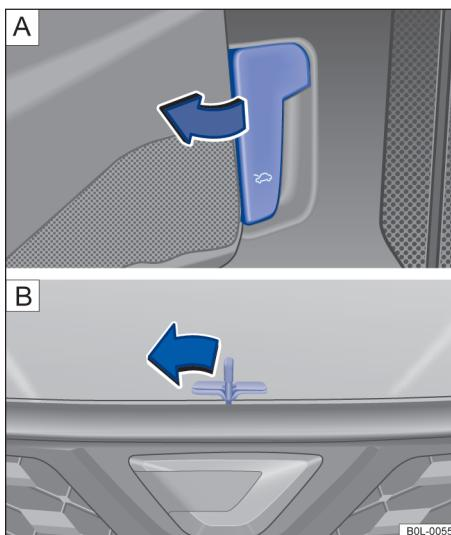

图 135 A 驾驶员侧脚部空间内：发动机舱盖的解锁手柄；B 散热器格栅上方：发动机舱盖解锁拨杆 ▶
- 打开发动机舱盖前，要确保前风窗玻璃刮水器臂贴合在前风窗玻璃上 → ①。
- 打开驾驶员侧车门，沿箭头方向拉动解锁拨杆（其上印有符号  ） → 图 135 [A]。发动机舱盖在弹簧力作用下从前围支架的锁止装置中弹出 → ②。
- 沿箭头方向拨动散热器格栅上方的解锁拨杆 → 图 135 [B] 并上抬发动机舱盖。